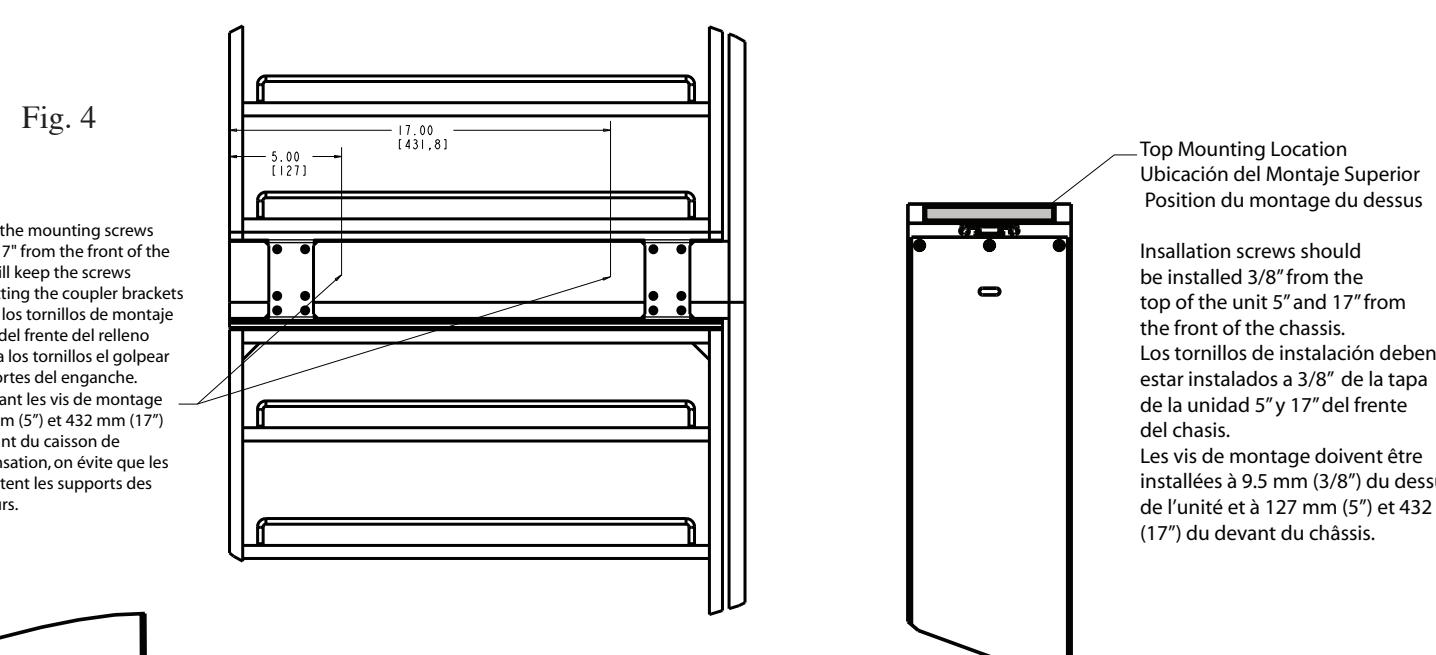

Fig. 4
**Step 5.** Locating the filler assembly vertically is unique for each installation. It is recommended that the adjoining cabinet be measured and marked in order to pre-drill the cabinet before attachment. Pre-drill holes should be located 5" & 17" away from the front of the face frame. (See fig. 4) Vertical measurements are according to the vertical placement of the unit. For actual safe vertical locations for screw installation see figures 4, 5 & 6. Note: It is important to adhere to these attachment points so that the ball-bearing slides are not affected by the installation screws.
**Étape 5.** Le fait de placer l'assemblage de l'unité de compensation verticalement est unique pour chaque installation. Il est conseillé de mesurer et marquer le caisson contigu afin de préforer le caisson avant de le fixer. Les trous préforés doivent se trouver à 127 mm (5") et 432 mm (17") du devant du cadrage avant. (Voir figure 4). Les mesures verticales sont basées sur le positionnement vertical de l'unité. Voir les figures 4, 5 et 6 pour les emplacements verticaux sûrs et exacts du montage des vis. Note : Il est important de se conformer à ces points de fixation pour que les coulisses à roulement à bille ne soient pas gênées par les vis de montage.